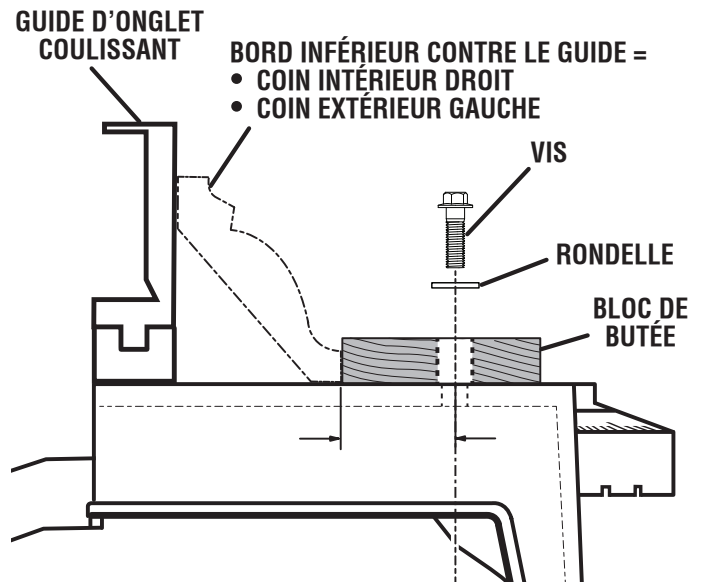

Fig. 34
Voir les figures 34 et 35.
- Emboîter et immobiliser fermement la moulure couronnée contre le guide longitudinal et le bloc de butée, comme illustré à la Fig. 34.
- Maintenir la moulure, comme illustré à la Fig. 34, en posant la main sur le guide longitudinal et la moulure.